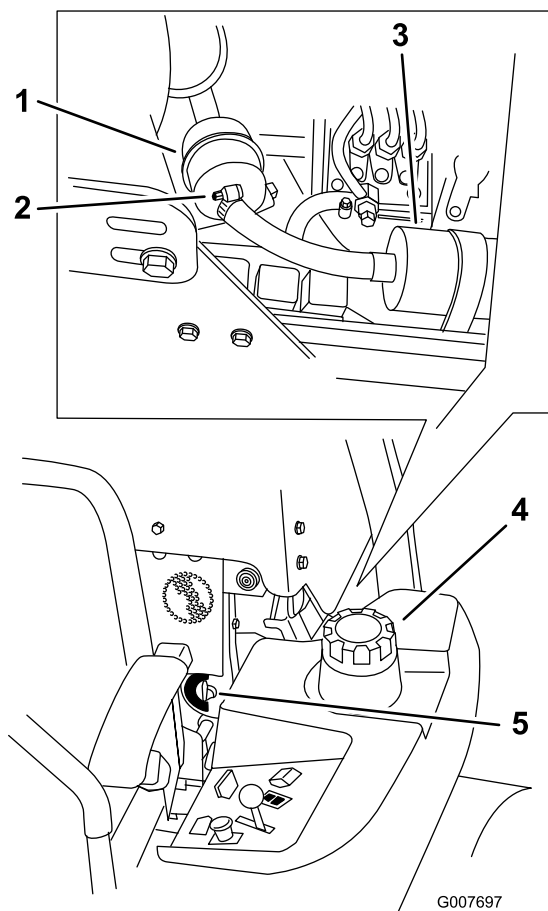

Figura 54
4. Chiudete la valvola di intercettazione del carburante (Figura 54).
5. Allentate le 2 fascette stringitubo e scollegate i tubi del carburante dal filtro carburante (Figura 54).
6. Montate un nuovo filtro. Collegare i tubi del carburante al filtro carburante e montate le 2 fascette stringitubo (Figura 54).